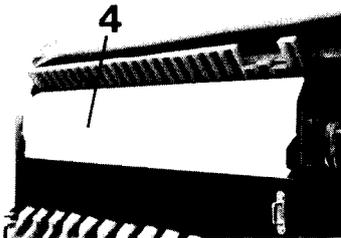

Fig. 26
5. Die beiden Kunststoffdeckel (Fig. 26/4) wie beim Abdrehen in die Schlitzlöcher unterhalb der Säräder einschieben (Fig. 27/5).